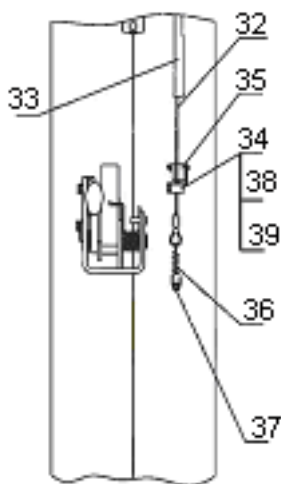

Рисунок 11. Система автоматического отключения привода
6.8. Установить и отрегулировать тросик системы автоматического отключения привода (см. рис. 11). Для этого тросик 32, закрепленный одним концом на Т-образной тяге, протянуть изнутри наружу правой стойки через трубчатую направляющую 33, продеть через отверстие в пластинчатой пружине 34 микровыключателя 35 и закрепить петлю на пружине растяжения 36. Пружину 36 зацепить за отверстие в штыре 37. Подвести упор 38 под пружину 34 и закрепить его на тросике болтом 39.